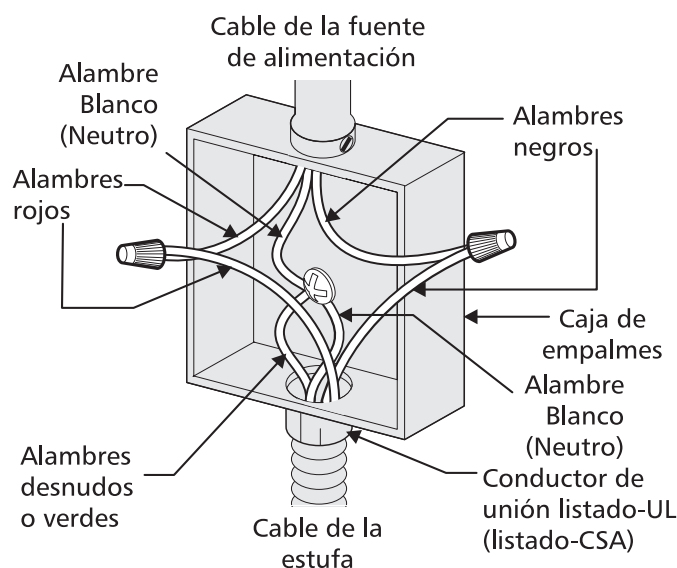

Figura 5 - Sistema eléctrico (ejemplo: caja de empalmes) de 3 alambres (a tierra neutral)
Donde los códigos locales permitan conectar el conductor de puesta a tierra del electrodoméstico al neutro (blanco) (vea Figura 5):
2. En el caja de juntas: conectar el aparato y los cables residenciales como se muestra en la figura 5